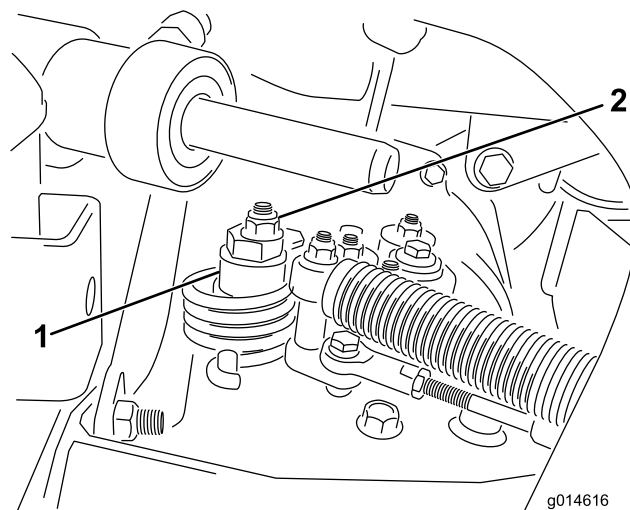

Рисунок 46
- А. Ослабьте гайку крепления эксцентрика к верхней части гидростата (Рисунок 46).
- С. Поворачивайте эксцентрик до тех пор, пока не прекратится медленное вращение колеса в любом направлении. Когда колесо перестанет вращаться, затяните гайку, которая фиксирует эксцентрик и регулировку (Рисунок 46). Проверьте регулировку при положениях дроссельной заслонки МЕДЛЕННО и БЫСТРО.